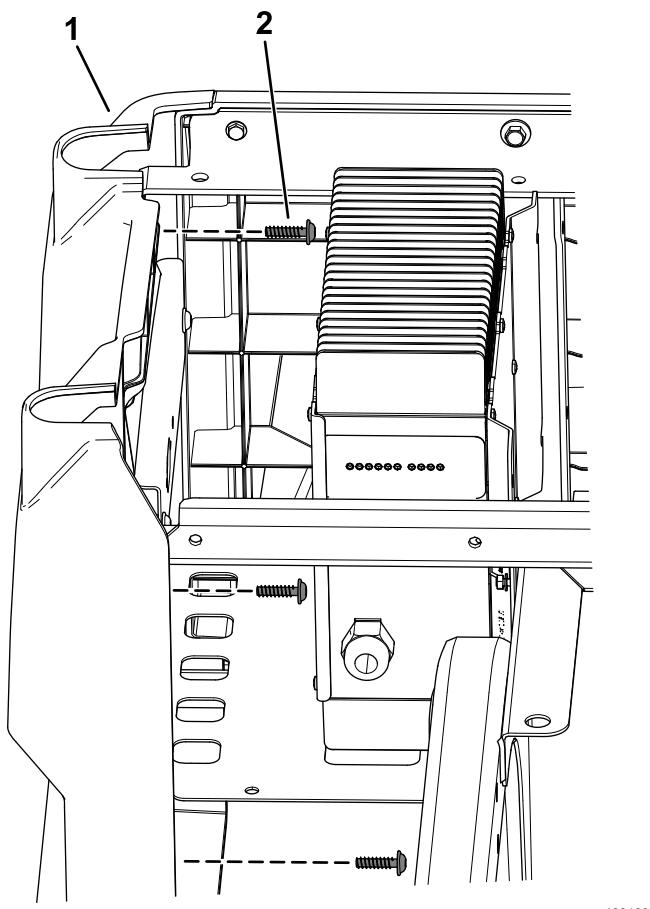

Рисунок 7
- С помощью торцевого ключа T30 отверните 4 винта с головкой Torx (M6,0 x 22 мм) с левой боковой панели и снимите панель (Рисунок 7).